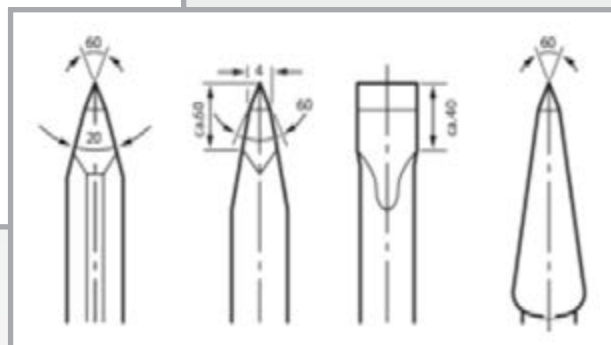

Figura 3 – Padrões para afiação de ferramentas.
g) Antes de ligar a ferramenta à tomada verifique sempre se o interruptor gatilho funciona devidamente e retorna para a posição de desligado (OFF) quando liberado (Figura 3).